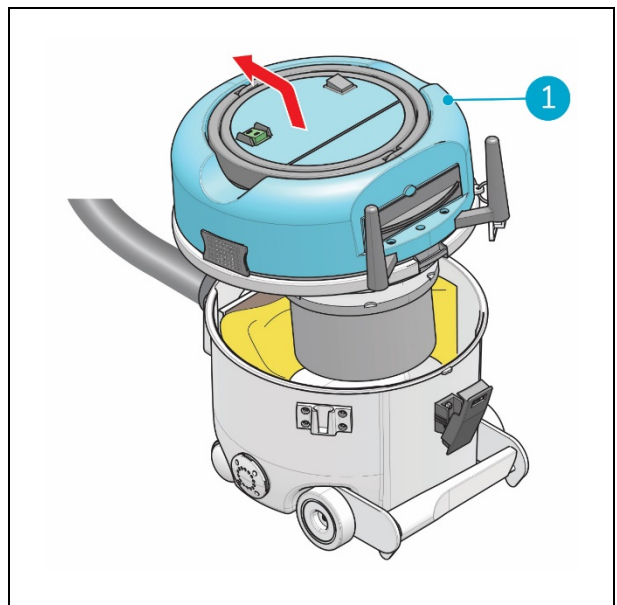

Figura 10
4. Puxe a zona superior (figura 10, posição 1) na direção da entrada da mangueira flexível e levante-a.